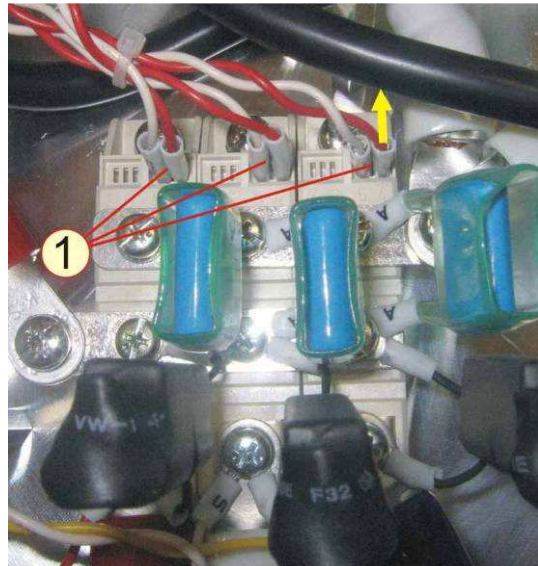

Рисунок 6.28
6.11.2 Снять наконечники проводов 1 с ножевых контактов модулей MD1, MD2, MD3 (рисунок 6.28):